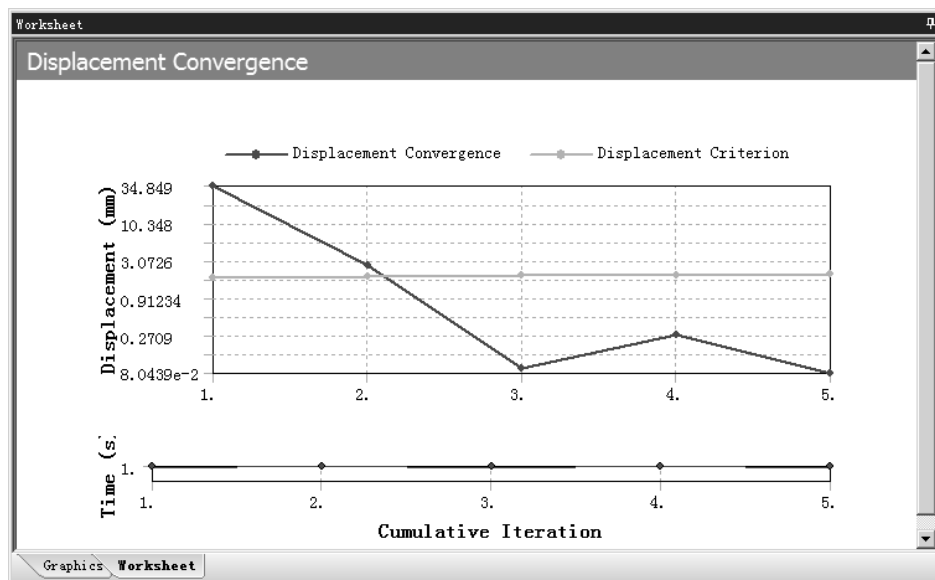

图 8.6.20 位移收敛图表
(2) 显示位移收敛图表。在“Details of ‘Solution Information’”对话框的 **Solver Controls** 区域的 **Solution Output** 下拉列表中选择 **Displacement Convergence** 选项，此时 Worksheet 窗口如图 8.6.20 所示。